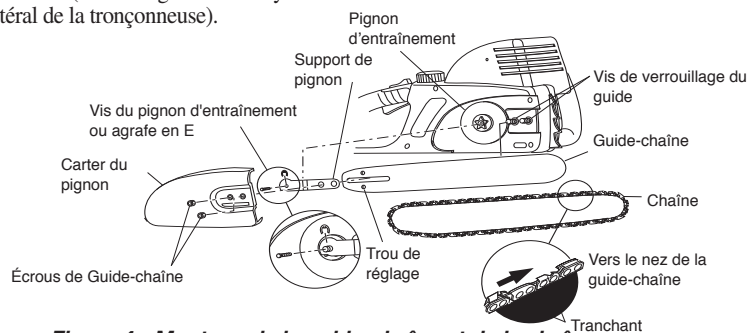

Figure 4 - Montage de la guide-chaîne et de la chaîne
3. Desserrez et retirez la vis du pignon d'entraînement ou l'agrafe en E de l'arbre (Voir la Figure 4). Retirez le support du pignon.
6. Placer la chaîne autour du pignon d'entraînement, ensuite le long de la rainure supérieure du guide-chaîne et autour du nez du guide-chaîne. **Note :** S'assurer que la face tranchante des maillons de la chaîne soit placée dans la bonne direction. Placer la chaîne de façon à ce que la face coupante des maillons sur le secteur supérieur du guide-chaîne soit dirigée vers le nez du guide-chaîne (Voir la Figure 4 et le voyant sur le capot latéral de la tronçonneuse).
9. Tout en tournant le bouton de tension de chaîne (Modèle RM1635W) ou la vis de tension de chaîne (Modèle RM1632A), ajustez la position du bloc d'ajustement jusqu'à ce qu'il soit aligné et inséré dans le trou d'ajustement sur la barre de guidage (Voir les Figures 4, 5 et 6). Le fait de tourner le bouton de tension de chaîne ou la vis de tension de chaîne dans le sens des aiguilles d'une montre déplacera la bloc d'ajustement vers l'arrière de la barre de guidage. Le fait de tourner le bouton de tension de chaîne dans le sens des aiguilles d'une montre déplacera la bloc d'ajustement à l'avant de la barre de guidage.